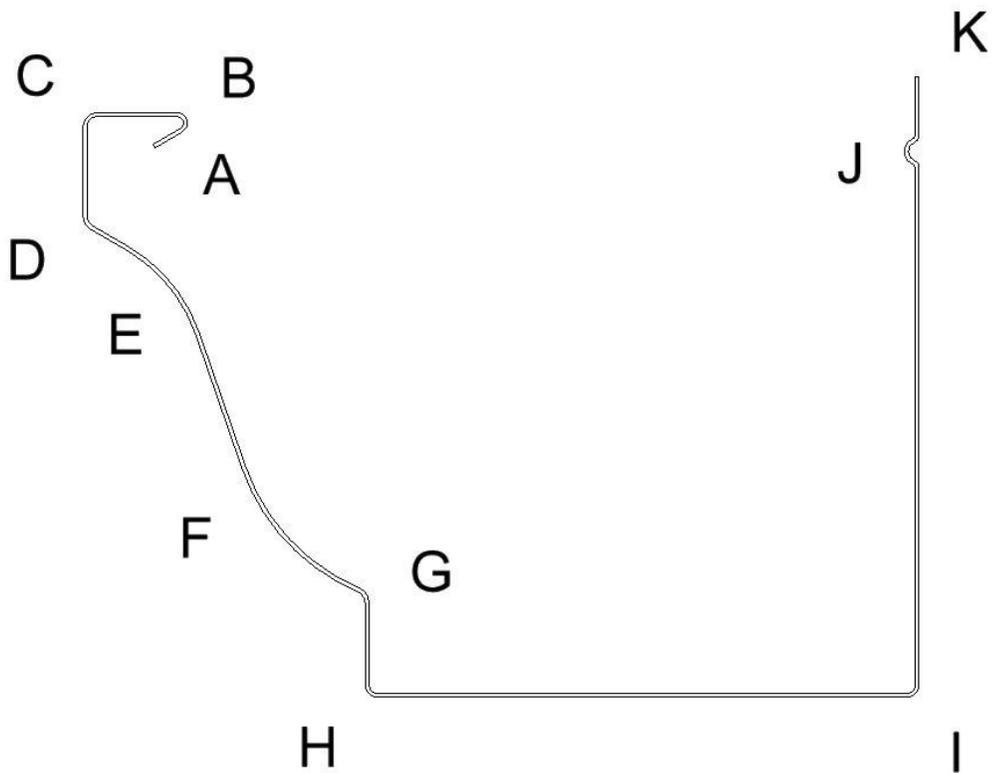

Ilustración 66: Puntos del perfil de la canaleta.
- Revise el interior de la canaleta en los puntos "H", "I" y "D" (Ilustración 66) para cualquier pista doble causada por los rodamientos de los rodillos formadores y en conjunto frontal.